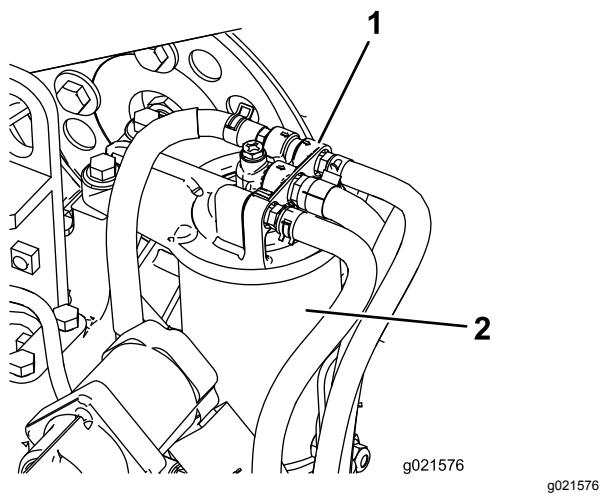

Figure 60
- Nettoyez la surface autour de la tête du filtre à carburant (Figure 60).
2. Déposez le filtre et nettoyez la surface de montage de la tête du filtre (Figure 60).